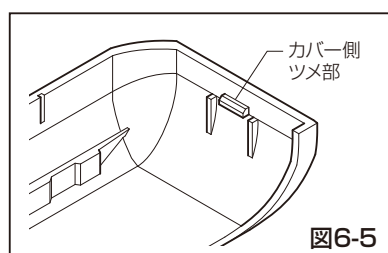

図6-5
③化粧カバーの取付け
- センサ本体端部にあるツメ挿入穴(図6-6)の片側に化粧カバー側のツメ部(図6-5)を入れて、本体正面から「カチッ」と手応えがあるまでゆっくり押込んでください。